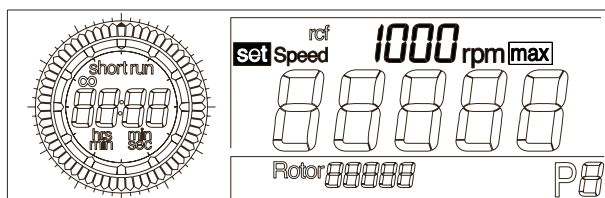

Fig. 5.12: Réglage de la vitesse
- Tournez le bouton rotatif gauche jusqu'à ce que « set » soit affiché sous le paramètre « Speed » (vitesse) (Fig. 5.12).